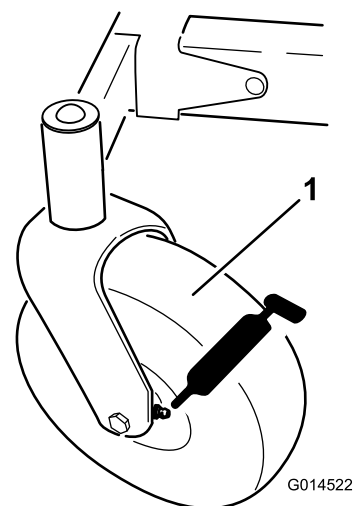
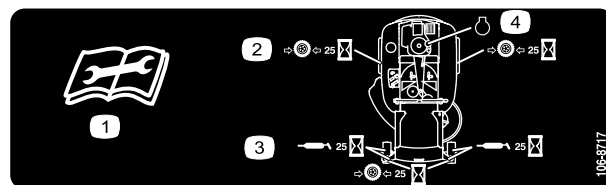

Figura 34
Figura 35
3. Pulite i raccordi d'ingrassaggio (Figura 34 e Figura 35) con un cencio, e togliete eventuali tracce di vernice davanti ai raccordi.
4. Collegare un ingrassatore a pressione a ciascun ingrassatore (Figura 34 e Figura 35). Pompate del